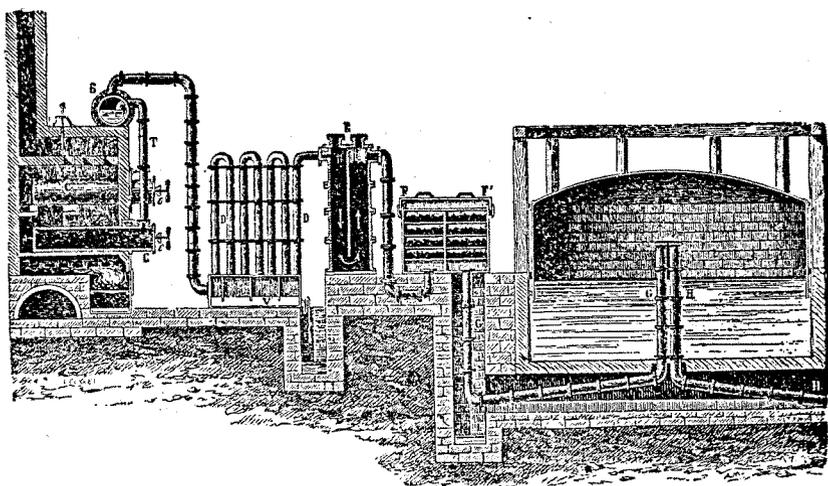

Fig. 387. — Fabrication du gaz d'éclairage.
**Epuration physique.** — Des barillets, le gaz, par des collecteurs en tôle ou en fonte, se rend dans des appareils réfrigérants où toutes les matières qu'il contient, et qui ne sont pas gazeuses à la température ordinaire, seront condensées. Le premier de ces appareils est le *jeu d'orgues* D (fig. 387), formé de tubes en U renversés sur une cuve fermée V à demi pleine d'eau et cloisonnée de
Le gaz est ensuite complètement débarrassé de son goudron dans un *appareil à choc*, non représenté sur la figure 387; celui-ci se compose d'une série de tôles perforées dont les orifices, très petits, ne sont pas en regard les uns des autres. Le gaz les traverse et, grâce à sa pression, subit comme des chocs dans ce trajet en chicane.